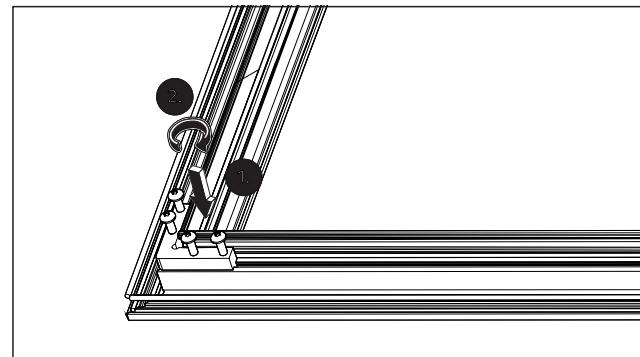

Abb. 27 Die Winkel im Grundprofil für die Zarge verschrauben
4. Die Winkel mit den Schrauben M5x10 in den Grundprofilen für die Zarge mithilfe eines Innensechskantschlüssels verschrauben (Abb. 27).